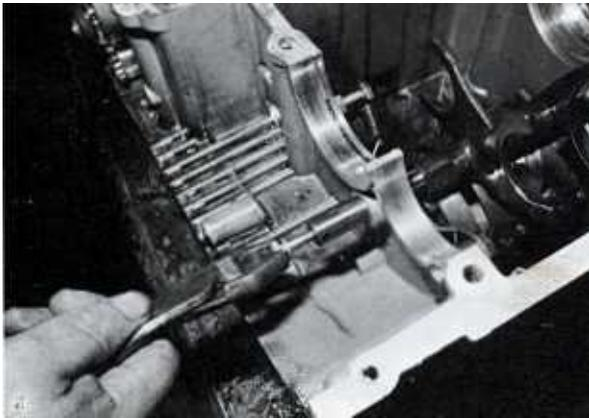

Bild 154
- Zum Ausbauen der Schaltgabeln muss zuerst der Si cherungsstift der Schaltgabelachse herausgezogen werden. Eine Schraube in das gleiche Ende der Schaltgabelachse einschrauben und die Achse daran herausziehen. Merken Sie sich vor dem Her ausnehmen der Schaltgabeln ihre Anordnung (Bild 154).